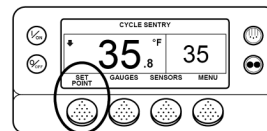

Fig.1
2. Druk op de beeldschermtoets **SETPOINT** (fig.1)